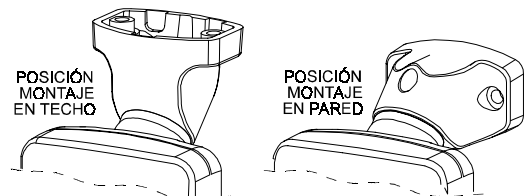

Figura 7. Posiciones de la rótula para pared y techo
E. Gire la rótula a la posición deseada (vea Figura 7) pero no apriete el tornillo del todo todavía.